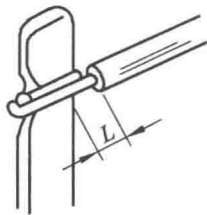

图 1.2.2 导线与接线端子绕焊
(2) 导线与导线的连接以绕焊为主，如图 1.2.2 所示，步骤如下：
- ① 去掉导线端部一定长度的绝缘皮；
- ② 导线端头上锡，并穿上合适套管；
- ③ 两条导线绞合，施焊；
- ④ 趁热套上套管，冷却后套管固定在接头处；